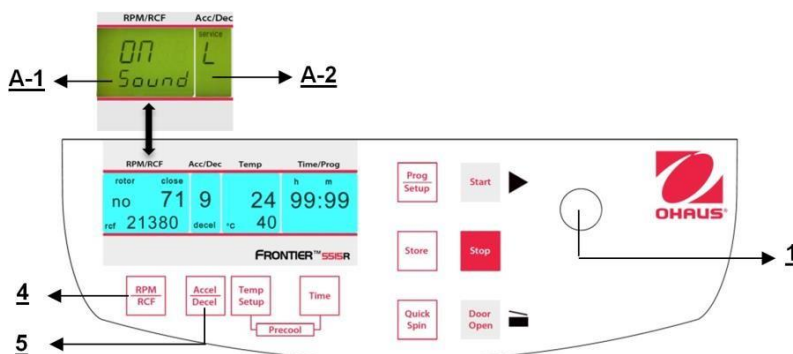

Figure. 35
Poursuivre conformément à la description du paragraphe 4.1.1 pour entrer dans ce mode de programme et appuyer ensuite sur la touche **"Accel/Decel"** (5). Sur l'affichage **"Acc/Dec"** (A-2), le mot **"Service"** clignote. Sélectionner maintenant la lettre **"L"** avec le bouton de réglage (1). Ceci entraîne l'apparition des mots **"On Sound"** sur l'affichage **"RPM | RCF"** (4). En appuyant maintenant sur la touche **"RPM | RCF"** (4), le mot **"On"** clignote et il devient possible de couper le son avec le bouton de réglage (1) (voir la figure 35).